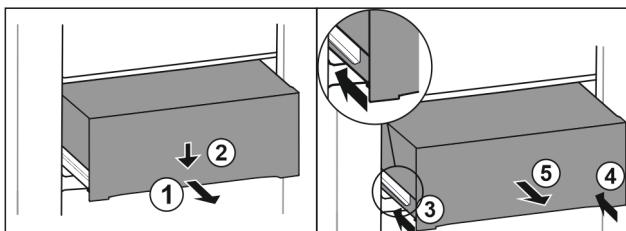

Fig. 122
- ▶ Изтеглете чекмеджето наполовина. Fig. 122 (1)
- ▶ Натиснете надолу чекмеджето от предната страна. Fig. 122 (2)
- ▶ Вкарайте лявата релса приблизително 2 см навътре. Fig. 122 (3)
- ▶ Вкарайте дясната релса приблизително 2 см навътре. Fig. 122 (4)
- ▶ Извадете чекмеджето напред. Fig. 122 (5)